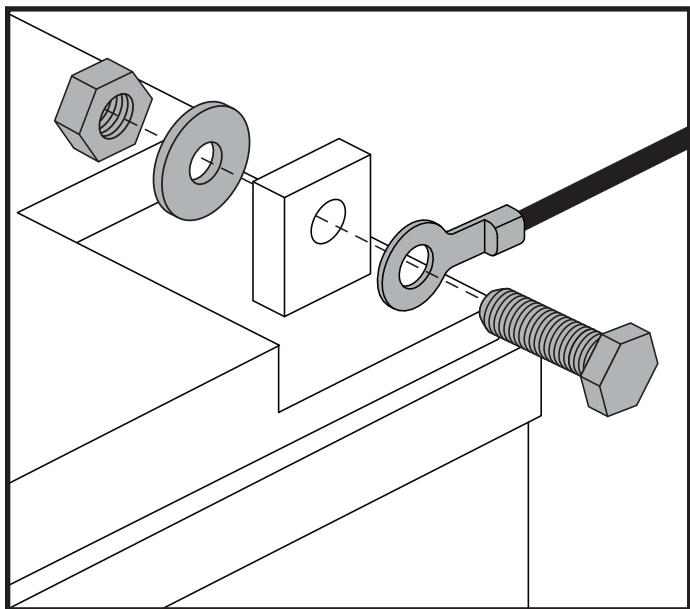

Figure 11. Batterie Borne Matériel - Configuration 1
4. Débranchez les câbles des bornes des batteries en soulevant la housse des bornes et en desserrant le boulon et l'écrou sur chaque borne. **Voir la figures 11 et 16.**